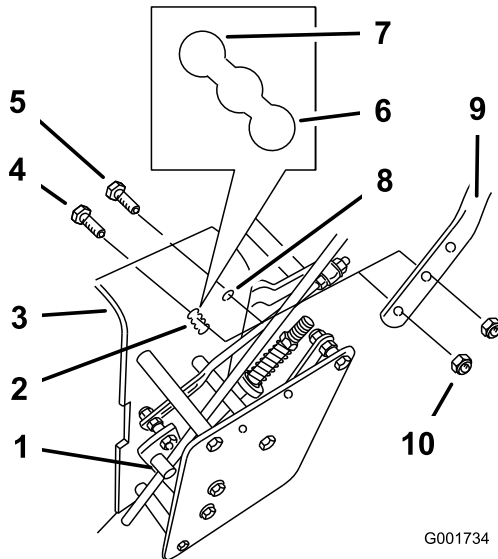

Figure 19
3. Desserrez les boulons à embase supérieurs ((3/8 x 1-1/4 pouces)) et l'écrou à embase de fixation du guidon au bâti arrière (Figure 19)
4. Retirez les boulons à embase supérieurs ((3/8 x 1 pouce)) et les écrous à embase de fixation du guidon au bâti arrière (Figure 19)